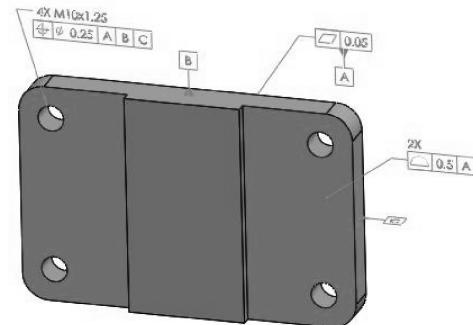

图 5-56 显示尺寸公差
- 在【DimXpert Manager】管理器中单击【显示公差状态】按钮，显示该零件的尺寸公差，如图 5-56 所示。